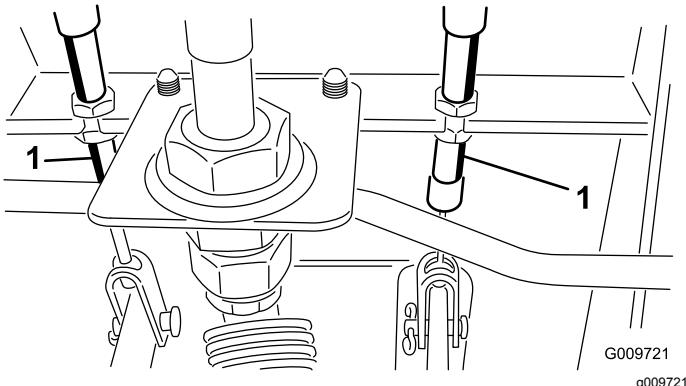

Рисунок 104
- A. Отпустите переднюю гайку на резьбовом конце троса тормоза (Рисунок 104).